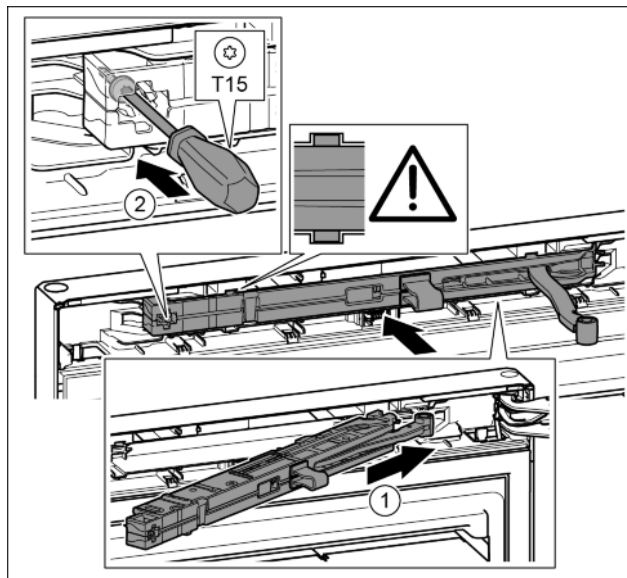

Fig. 44
- ▶ Amortyzator zamykania drzwi po stronie płytki zawiasu wsunąć ukośnie w zagłębienie aż do oporu. Fig. 44 (1)
- ▶ Śrubę przykręcić przy pomocy śrubokręta T15. Fig. 44 (2)